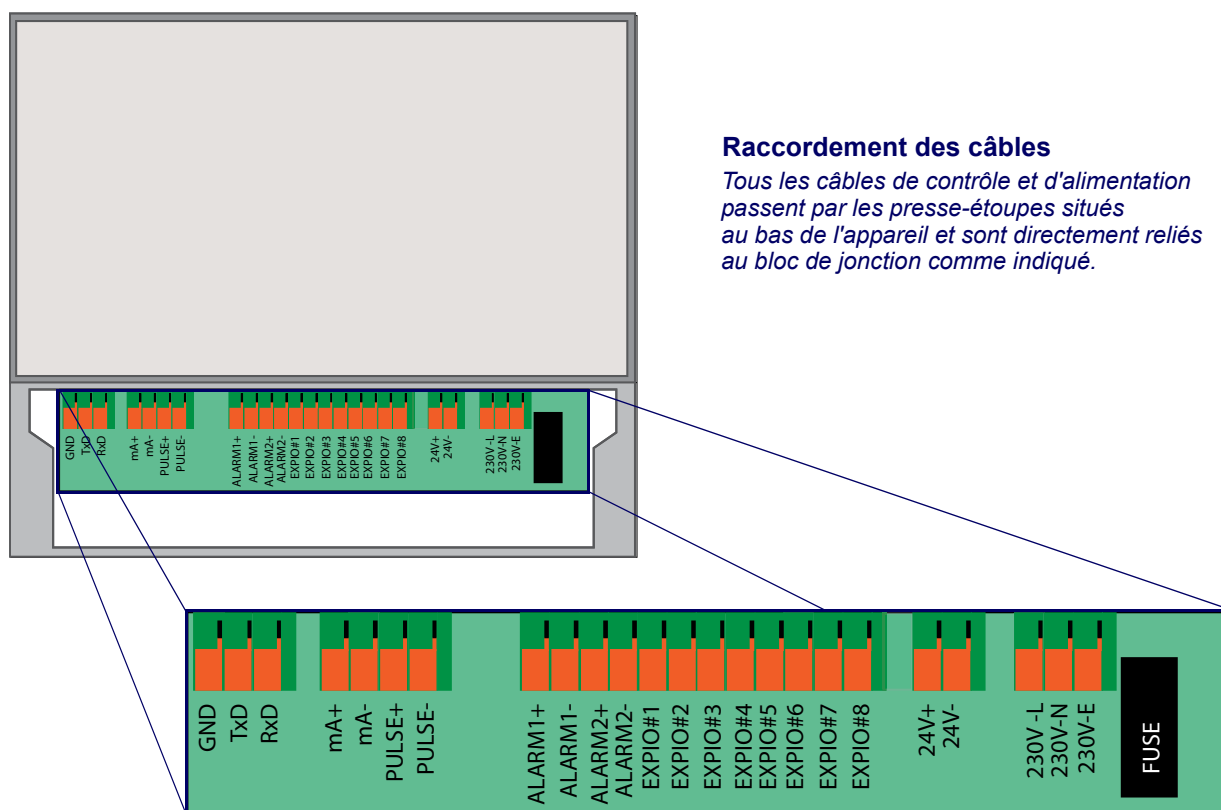

Figure 2.1 U3000/U4000 Guide de montage et de connexion
3. Couper les câbles à la longueur souhaitée, en retirant l'isolation sur environ 10 mm et les connecter aux terminaux correspondants, tel que décrit ci-dessus et identifié sur la Figure 2.1.
2. Couper les câbles à la longueur souhaitée, en retirant l'isolation sur environ 10 mm et les connecter aux terminaux d'alimentation correspondants en respectant le schéma figurant sur la Figure 2.1.